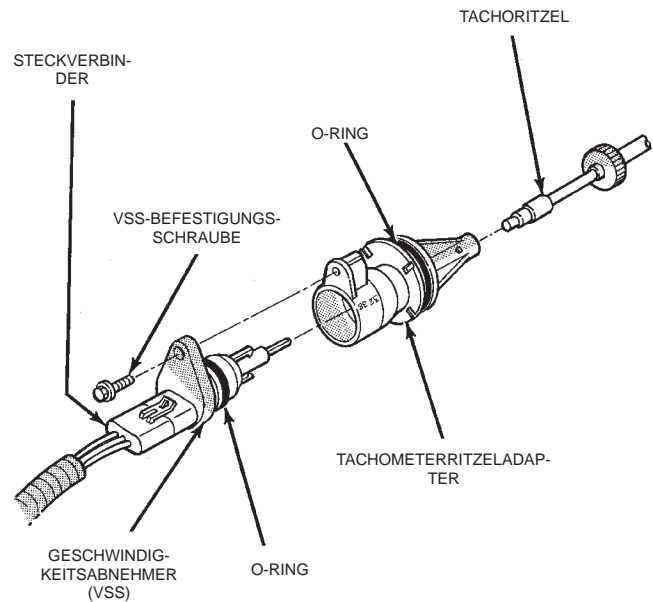

Abb. 56 Aus-/Einbau des Geschwindigkeitsabnehmers
- (1) Das Fahrzeug anheben und sicher abstützen.
- (2) Den Steckverbinder vom Geschwindigkeitsabnehmer abziehen.
- (3) Die Befestigungsschraube des Geschwindigkeitsabnehmers lösen (Abb. 56).
- (4) Den Geschwindigkeitsabnehmer gerade aus dem Tachometerritzeladapter herausziehen (Abb. 56). Den Tachometeradapter nicht aus dem Getriebe ausbauen.